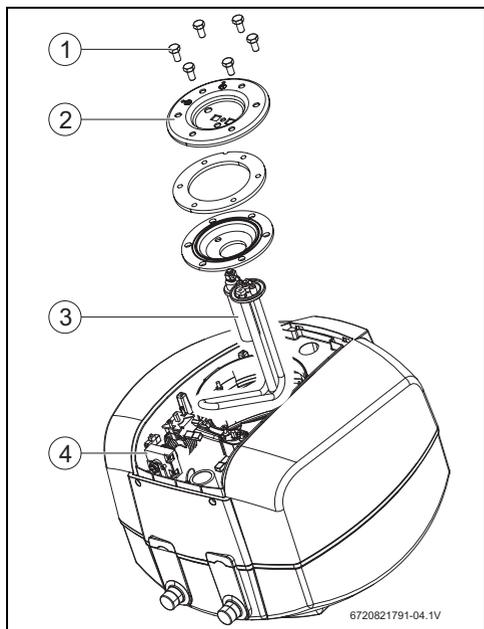

Fig. 14 Accès à la partie intérieure et marquage des éléments
- ▶ Retirer les vis de fixation de la bride (→ fig. 14, [1]).
- ▶ Retirer la bride (→ fig. 14, [2]).
- ▶ Vérifier l'anode en magnésium (→ fig. 14, [3]) et remplacer si nécessaire.
- ▶ Enfoncer entièrement la touche de réarmement (→ fig. 14, [4]).